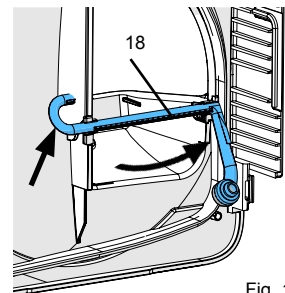

Fig. 11
- Intoarceti furtunul de scurgere (18) in directia inapoi si scoateti la exterior (Fig. 11).